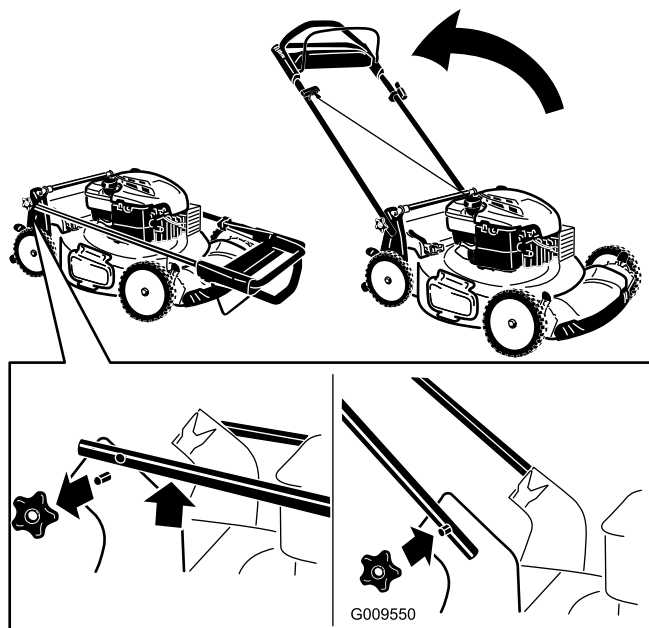

Figure 4
1. Retirez les boutons du guidon du carter du plateau de coupe (Figure 4).